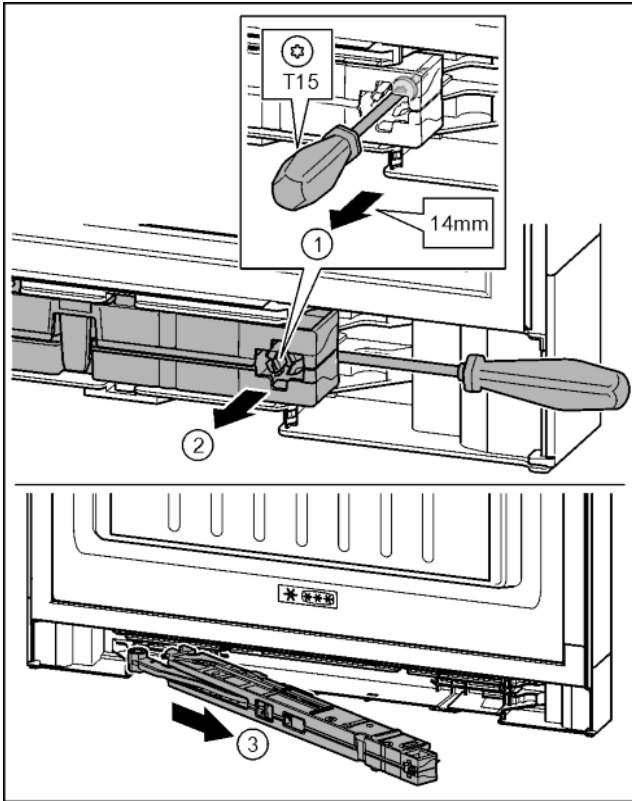

Fig. 19
- ▶ Schraube an Schließdämpfereinheit mit Schraubendreher T15 ca. 14 mm lösen. Fig. 19 (1)
- ▶ Mit Schraubendreher griffseitig hinter Schließdämpfereinheit fahren. Einheit nach vorn drehen. Fig. 19 (2)
- ▶ Einheit herausziehen. Fig. 19 (3)